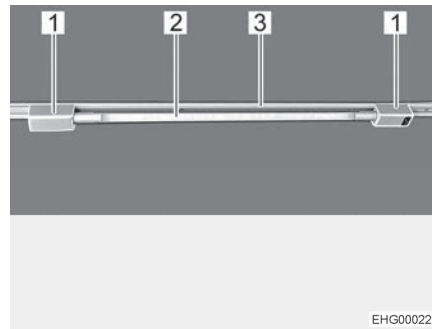

Bild 54 Röhrenleuchte
- Beide Halter (Bild 54,1) in die Schiene (Bild 54,3) einsetzen. Dazu die Halter um 90° drehen.
- Leuchtenkörper (Bild 54,2) in einen der Halter stecken.
- Leuchtenkörper (Bild 54,2) drehen, bis die gewünschte Leuchtwirkung erreicht ist.